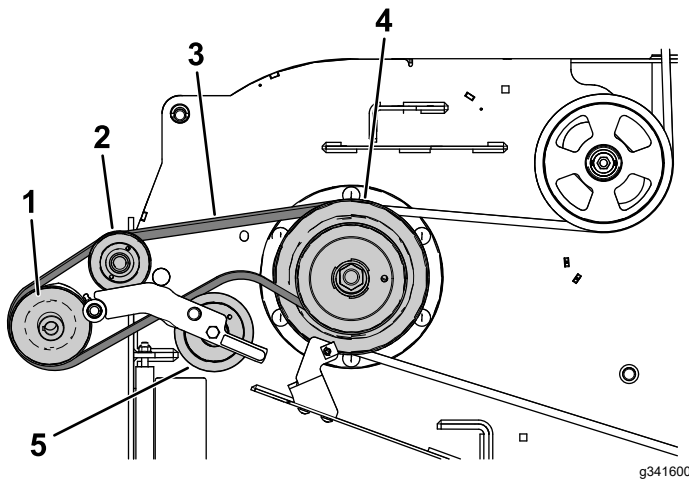

Figura 29
1. Oriente a correia do soprador em redor da polia da transmissão como se mostra na Figura 29.